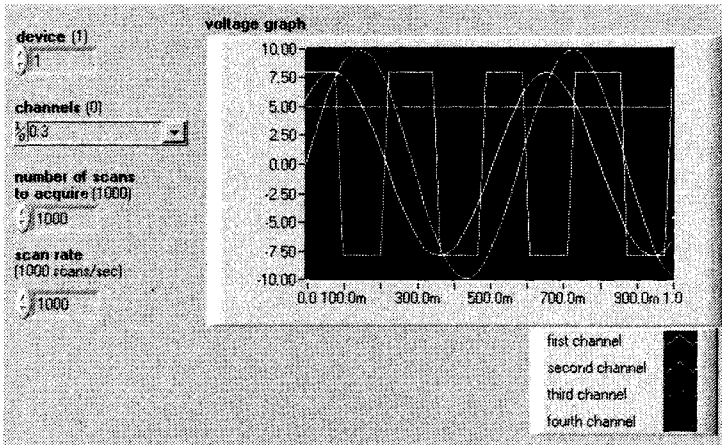

Рис. 11.19
2. Постройте лицевую панель и блок-диаграмму, как показано на рис. 11.19 и 11.20. Из контекстного меню графика выберите функцию **Игнорировать отметку времени** (Ignore Timestamp). Функция аналогового ввода возвращает массив осциллограмм – по одной для каждого канала.